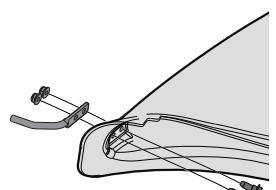

Figure 13
1. À partir de l'intérieur du coude, insérez 2 boulons (738-1225) du kit de quincaillerie (689-00636) dans les trous situés à la base de l'avant de la goulotte. Voir Figure 13.
2. Placez la tige de montage (712-06043) fournie dans le kit de quincaillerie (689-00636) par-dessus les boulons. Assurez-vous que la tige pointe dans la direction opposée du coude. Voir Figure 13.
3. Commencez par serrer les écrous autobloquants (712-04064) du kit de quincaillerie (689-00636) sur les boulons. Voir Figure 13.